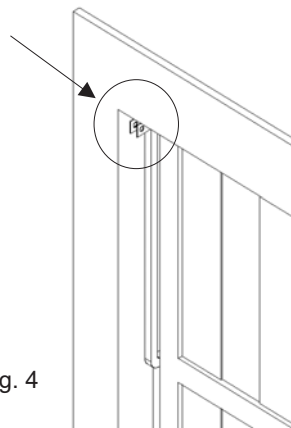

fig. 4
3. Fijar con soldadura el soporte de fijación del brazo telescópico en el travesaño superior de la puerta basculante o en la pared al lado de la puerta (fig. 4).